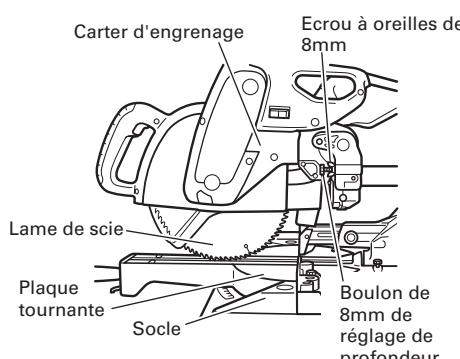

Fig. 10-a
Pour régler la position limite inférieure de la lame de scie, procéder aux opérations (1) à (4) ci-dessous. (Fig. 10-b)